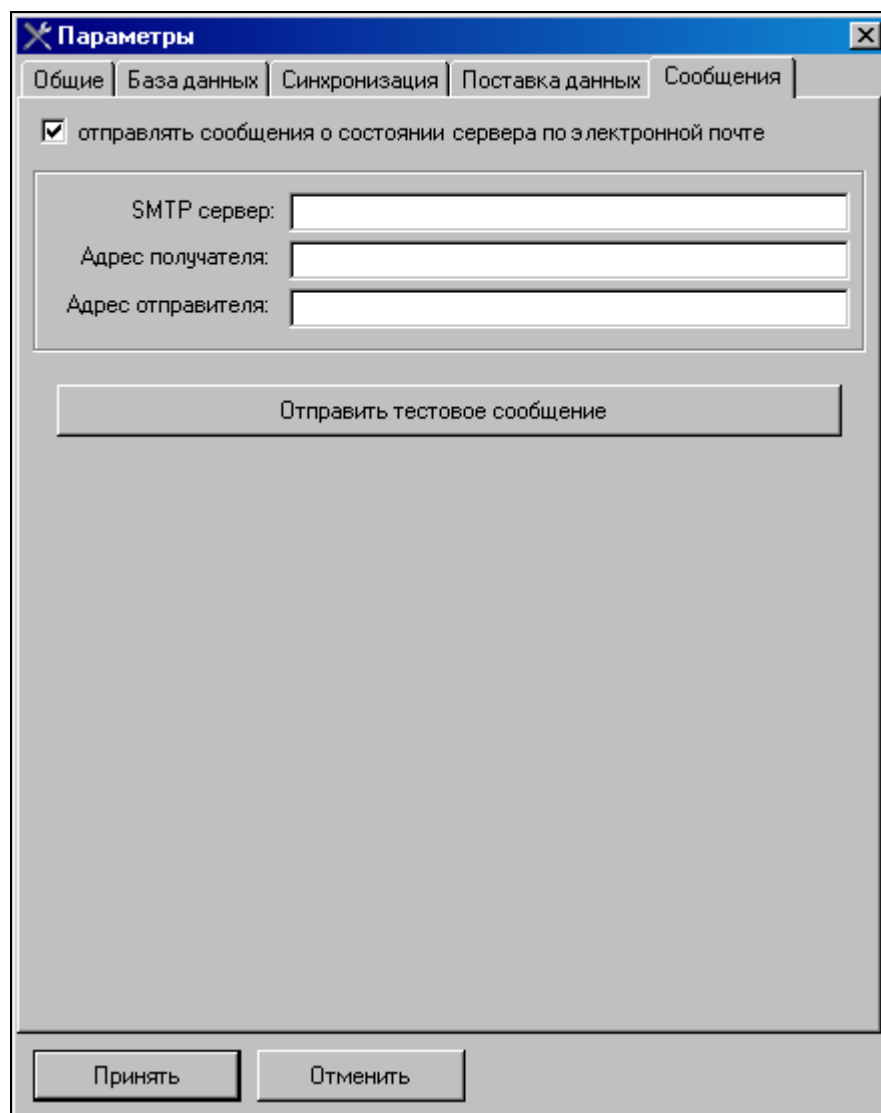

Рис. 16. Параметры «Менеджера весов», вкладка «Сообщения»
1. В этой вкладке настраивается отправка сообщений об ошибках в работе программы по электронной почте (Рис. 16).